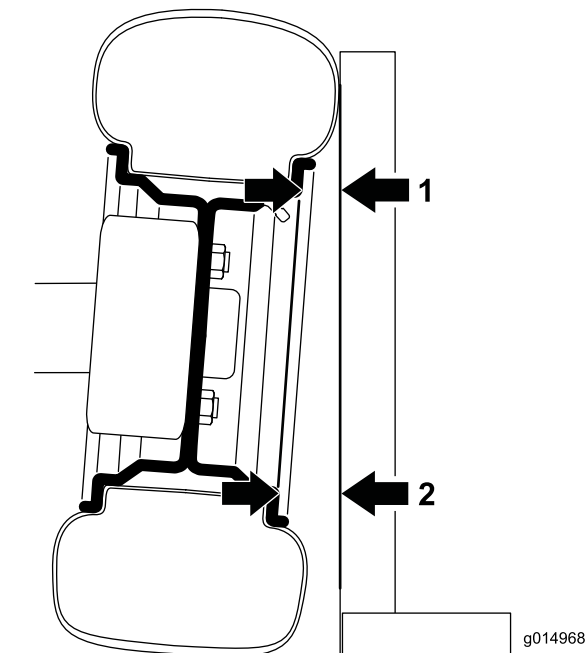

Figura 30
1. Para verificar a inclinação, coloque um quadrado de 90 graus no chão com a parte vertical a tocar na face do pneu (Figura 30).
2. Meça a partir da mesma parte do anel na parte superior e inferior do pneu em relação ao quadrado (Figura 30).